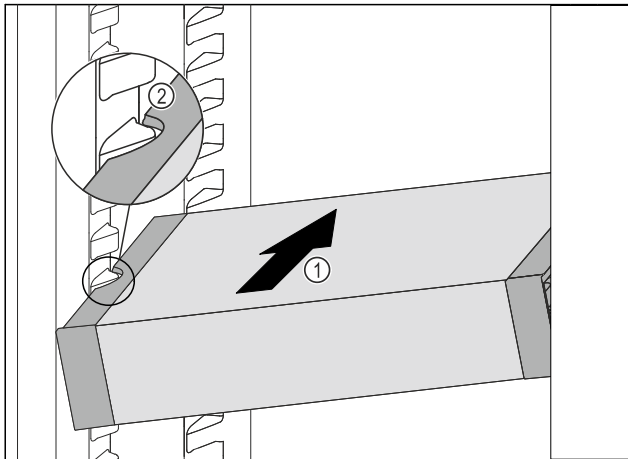

Fig. 114
- ▶ Introduzca el VarioSafe en posición oblicua en el compartimento del frigorífico Fig. 114 (1) hasta que los huecos laterales Fig. 114 (2) del VarioSafe se encuentren a la altura de la nervadura del recipiente en el compartimento frigorífico.